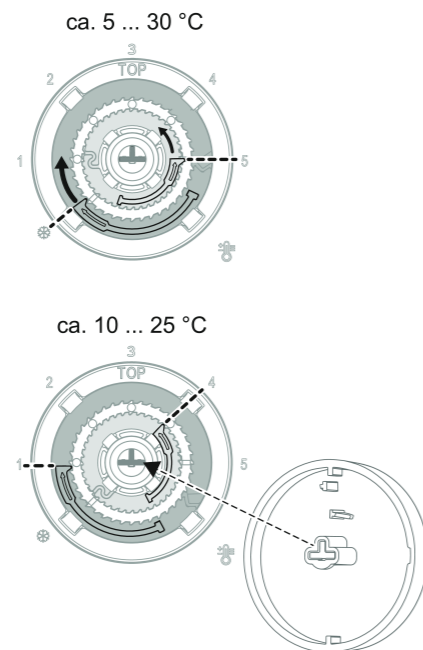

Bild 4: Einstellung der Temperaturbegrenzung (vorder/nachher)
- Bedienknopf von der Zentralplatte abziehen, so dass die Einstellringe sichtbar sind (Bild 4).
- Bedienknopf wieder aufstecken, dabei Kodierung (Bild 4, unten) von Bedienknopf und Drehachse beachten.